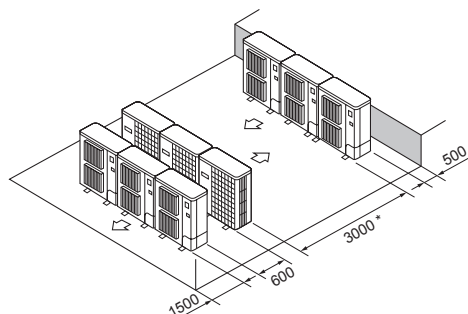

Fig. 2-18
- ⑥ Πολλαπλή παράλληλη διάταξη μονάδων (Fig. 2-18)